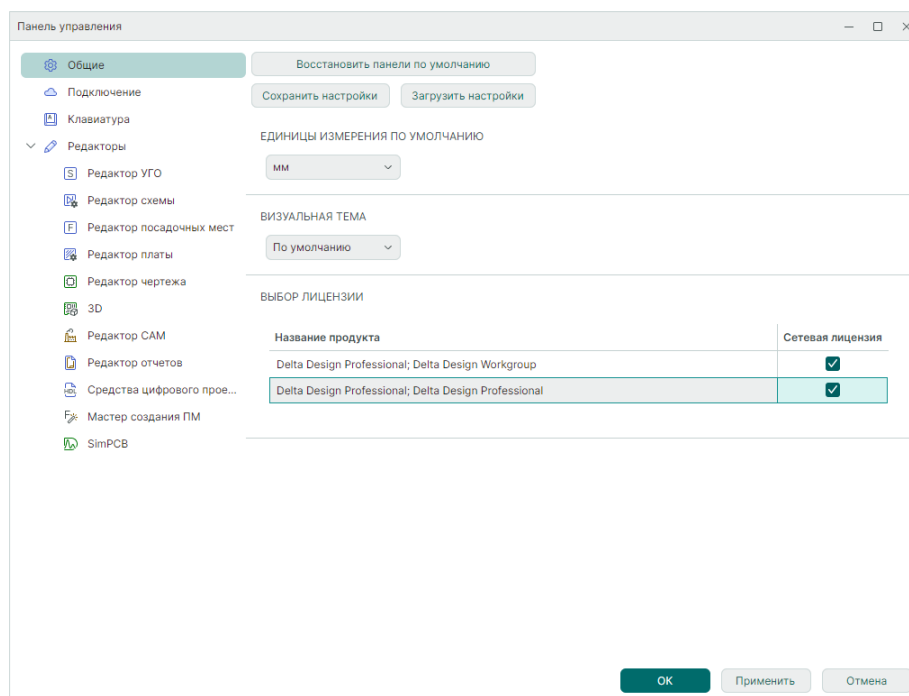

Рис. 85 Выбор лицензии
1. Выберите необходимую лицензию в списке «Выбор лицензии», см. Рис. 85;